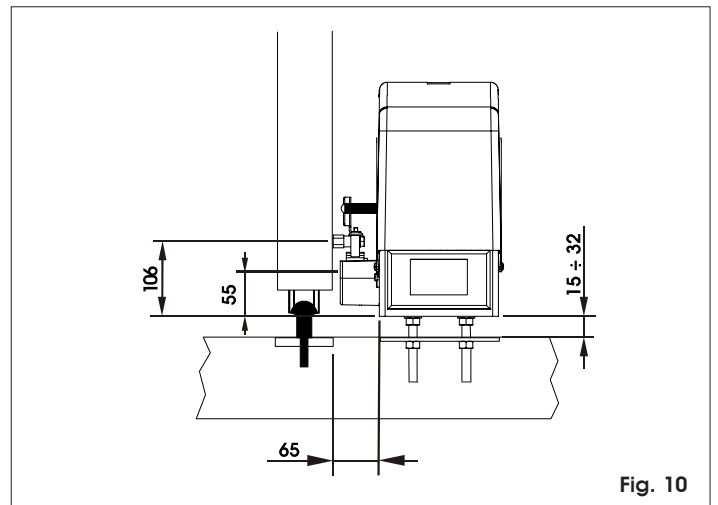

Fig. 10
- 3) Regule la altura de las patas y la distancia hasta la cancela, tomando como referencia la Fig.10. Nota: esta operación es necesaria para la correcta fijación de la cremallera y para conservar en un futuro la posibilidad de regular de nuevo la altura del motor.